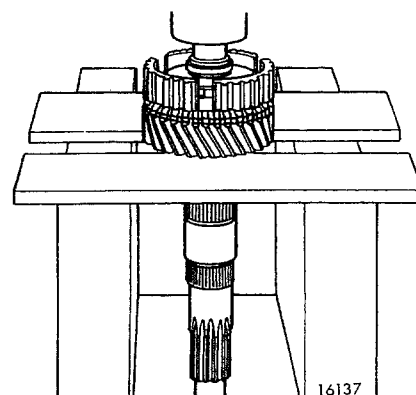

Fig 07-28. Demontering av nav
3. Ta bort låsringen för 3:ans och 4:ans synkroniseringsnav. Placera axeln i en press och pressa av navet och kugghjulet, se fig 07-28. Ta bort nållagret.